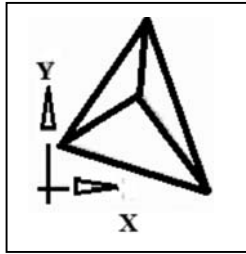

Рис. 2.8. Вид пирамиды
1. Открыть файл с пирамидкой. Представить, что смотрим на каркасную пирамиду сверху (см. рис. 2.8)